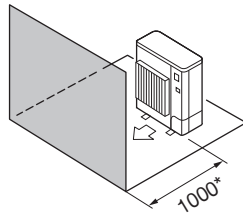

Fig. 2-9
- ④ มีลิ่งกีดขวางที่ด้านหน้าเท่านั้น (Fig. 2-9)